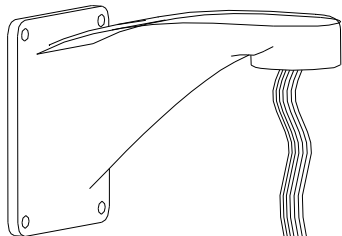

Fig. 1
1. Installare la staffa facendo riferimento alle istruzioni di installazione del produttore. Far passare i cavi video e di alimentazione all'interno della staffa (fig. 1)